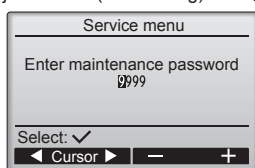

Fig. 6-2
- ① Välj "Service" på Huvudmenyn och tryck sedan på .
- ② När servicemenyn väljs ombes du att ange ett lösenord. (Fig. 6-2)